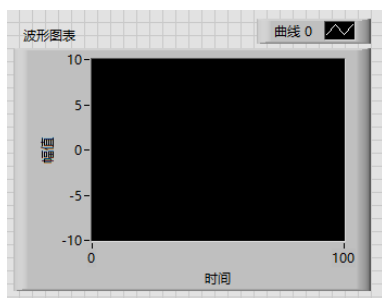
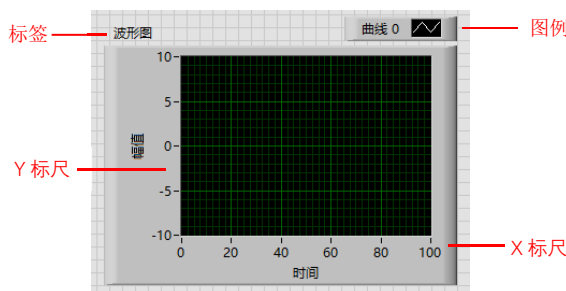
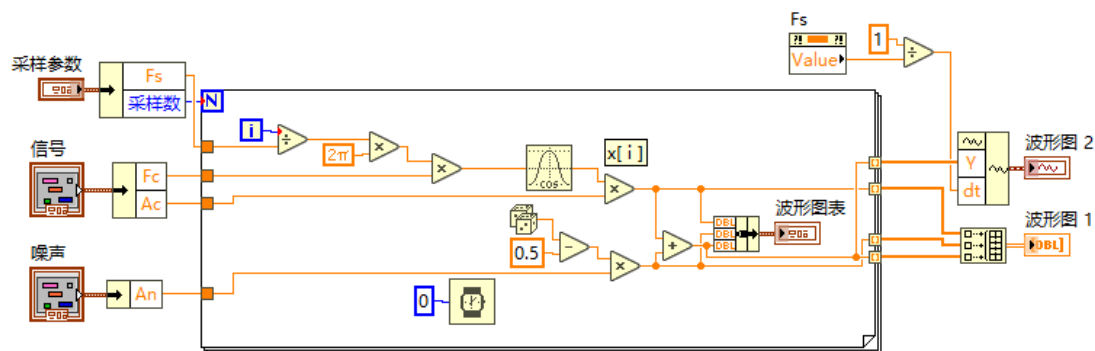

图 1-29 波形图表控件
图 1-30 波形图控件
图 1-37 使用函数完成仿真
在 LabVIEW 的图形显示功能中,波形图(图 1-30)和波形图表(图 1-29)是两个最基本的概念。以波形图为例,认识这个控件的各个部分。二者的路径都在“前面板/控件选板/图形”下。
下面分步说明如何从原始的波形图(如图 1-30)修改至指定的外观。在按照图 1-37 完成程序后,打开目标波形图的“图形属性设置”面板,其后步骤如下:
(1) 使用函数（程序框图如图 1-37）